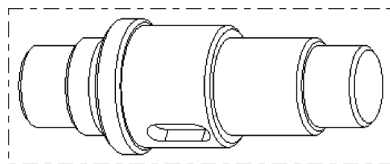

图 14-19 创建常规视图
STEP 08 单击“确定”按钮，即可创建常规视图，效果如图 14-19 所示。